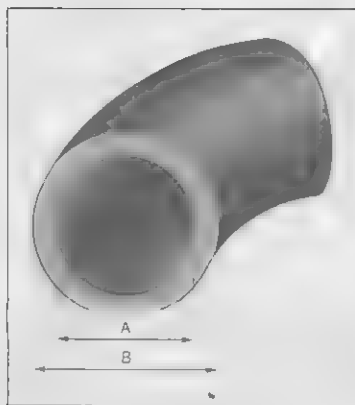

Рис. 14.7. Гибкий патрубок радиатора
- Диаметр, цвет и длина шланга. Шланги обычно обозначаются по *внутреннему диаметру* (рис. 14.7), поэтому, перед тем как направиться в магазин, снимите шланг, измерьте его внутренний диаметр, а затем установите обратно.